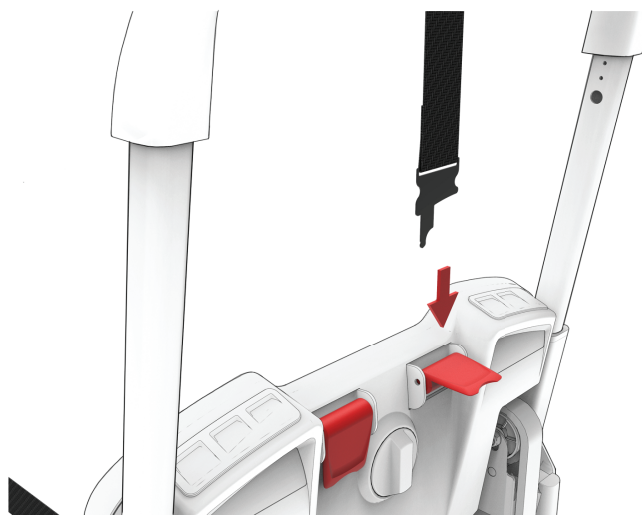

Figur 22 – Plassering av ryggstøtteklemme på stolpe
4. Fest pasientens høyre ryggstøtteklemme til pasientens høyre ryggstøttestolpe (Figur 22). Trekk ryggstøtteklemmen til det mindre hullet låses på plass.